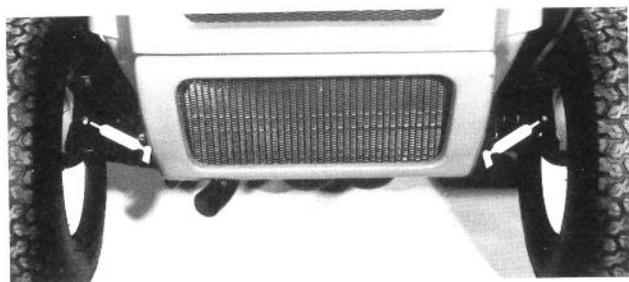

Fig. 8
1. Essuyer (4) les graisseurs sur les fuseaux et les roues (Fig. 8), à l'aide d'un chiffon propre. Gratter la peinture qui pourrait se trouver à l'avant des graisseurs.
2. Graisser les deux fuseaux des essieux avec de la graisse universelle No. 2 (Fig. 8). Continuer à ajouter de la graisse à l'aide du pistolet graisseur, jusqu'à ce qu'elle déborde du fuseau. Essuyer tout excès de graisse.
3. Graisser les deux roues avant avec de la graisse universelle No. 2 (Fig. 8). Continuer à ajouter de la graisse à l'aide du pistolet graisseur, jusqu'à ce qu'elle déborde. Essuyer toute graisse qui aura coulé.